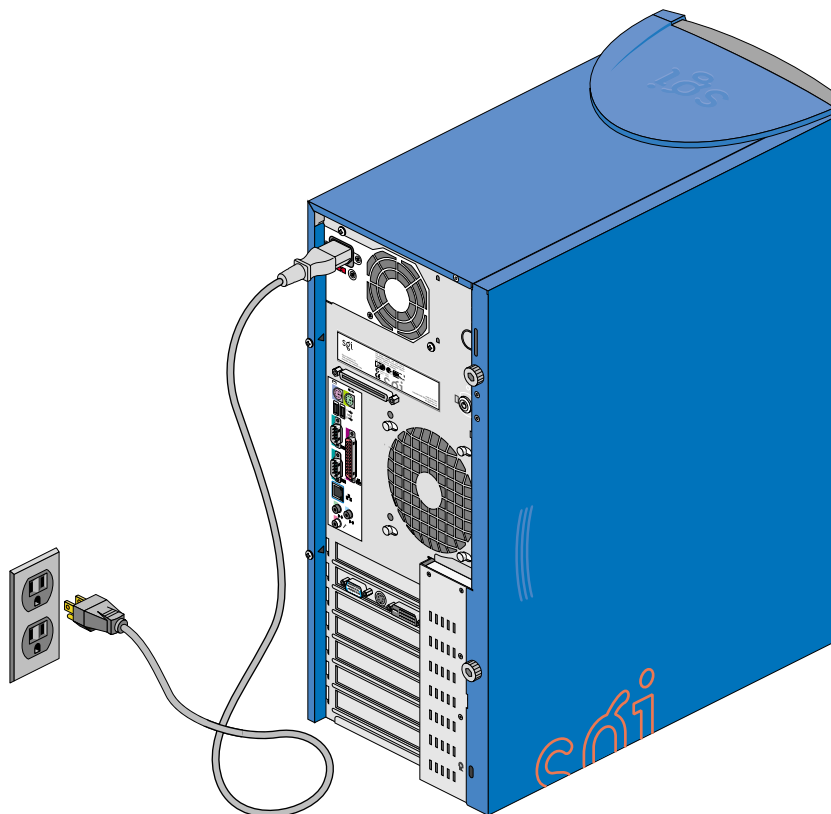

Figure 1-6 Branchement du câble d'alimentation CA
1. Brancher le câble d'alimentation CA au système, comme le montre la Figure 1-6.